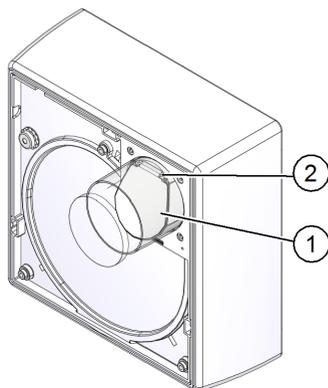
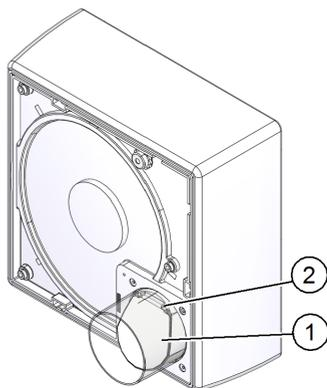
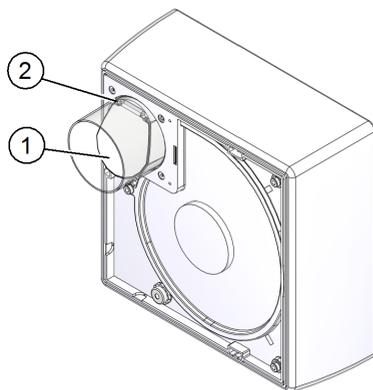
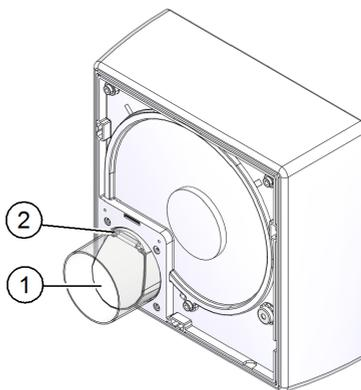

Рис. 15: обратный клапан – вытяжка слева
Рис. 16: обратный клапан – вытяжка слева
Рис. 17: обратный клапан – вытяжка справа
Рис. 18: обратный клапан – вытяжка справа
► Перед монтажом корпуса типа A проверьте положение обратного клапана (поз. 1 на рис. 15, рис. 16, рис. 17 и рис. 18). Во всех монтажных положениях должны быть соблюдены следующие условия:
- Подвеска (поз. 2 на рис. 15, рис. 16, рис. 17 и рис. 18) обратного клапана должна быть всегда выровнена по горизонтали.
- Обратный клапан всегда устанавливается таким образом, чтобы он автоматически закрывался под действием силы тяжести (см. примеры на рис. 15, рис. 16, рис. 17 и рис. 18 на стр. 20).